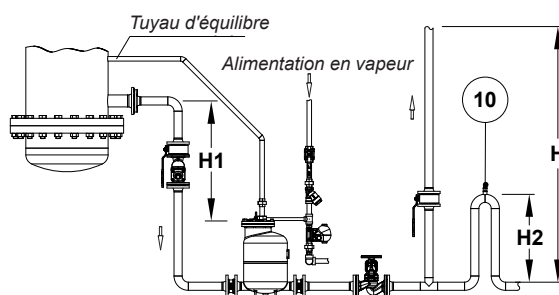

Fig. 3
Cette configuration convient aux unités fonctionnant avec une pression absolue minimale de 0,2 bar (Fig. 3). Pour un fonctionnement correct, la hauteur de remplissage (H1) doit être comprise entre 1 et 2 mètres. La hauteur de relevage (H) doit être aussi faible que possible, mais jamais inférieure à 1 mètre ; dans le cas contraire, un siphon d'une hauteur (H2) est nécessaire. La vapeur doit être utilisée comme fluide moteur et sa pression maximale ne doit pas dépasser 3 bar.